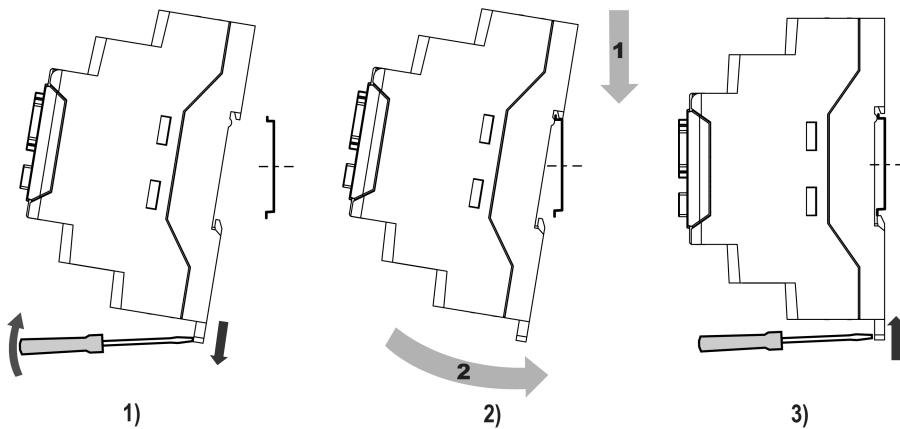

Рисунок 5.2 – Монтаж прибора
- Вставив отвертку в проушину, оттянуть защелку (см. рисунок 5.2, 1). Прибор установить на DIN-рейке.
- Прибор прижать к DIN-рейке (см. рисунок 5.2, 2, стрелки 1 и 2). Отверткой вернуть защелку в исходное положение.